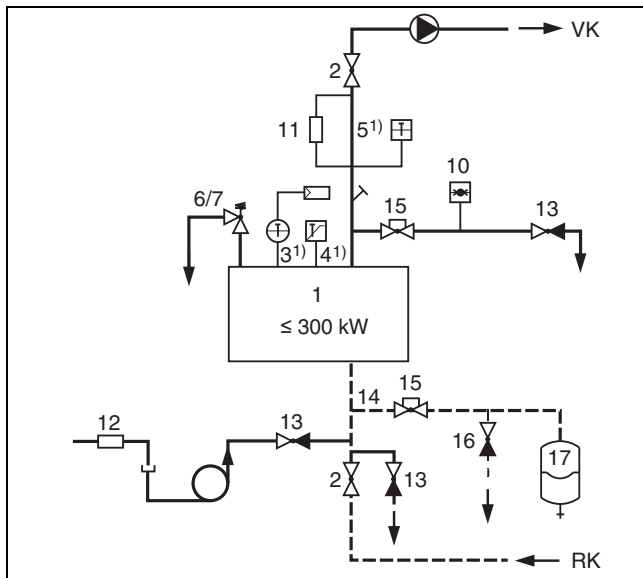

Fig. 37 Echipament de siguranță conform EN 12828 pentru cazan de încălzire = 300 kW cu termostat de siguranță $\leq 110^\circ\text{C}$ (încălzire directă)
- 1) (pentru fig. 37 și 38) Dotarea de bază a aparatului de reglare al cazanului de încălzire: temperatura turului maximum realizabilă în combinație cu automatizări din seria de automatizări CFB 9xx măsoară circa 18 K sub temperatura de oprire (termostat de siguranță).
Legendă la fig. 37 și 38: